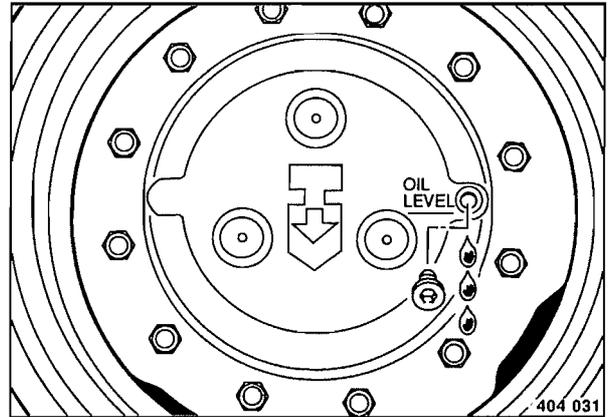

Fig. 73
- Colocar la rueda propulsora de forma que la raya del nivel de aceite en los tapones (Fig. 73) se encuentra en posición horizontal.